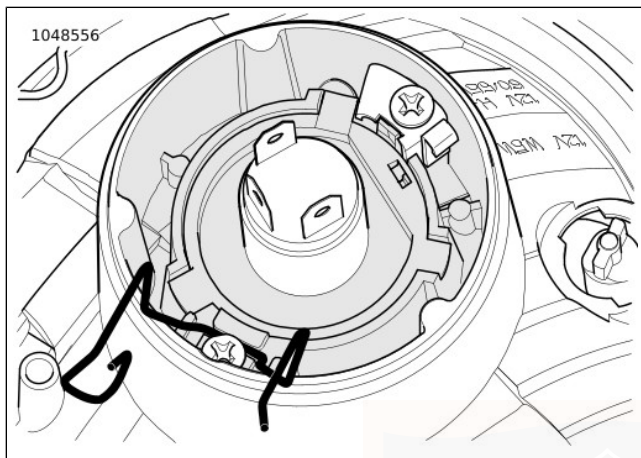

Figure 58. Attache de retenue de phare, ouverte
- c. Voir Figure 58. Faire pivoter l'attache de retenue de 45° vers le haut.
- c. Voir Figure 58. Déplacer l'attache de retenue vers l'intérieur en position verrouillée.